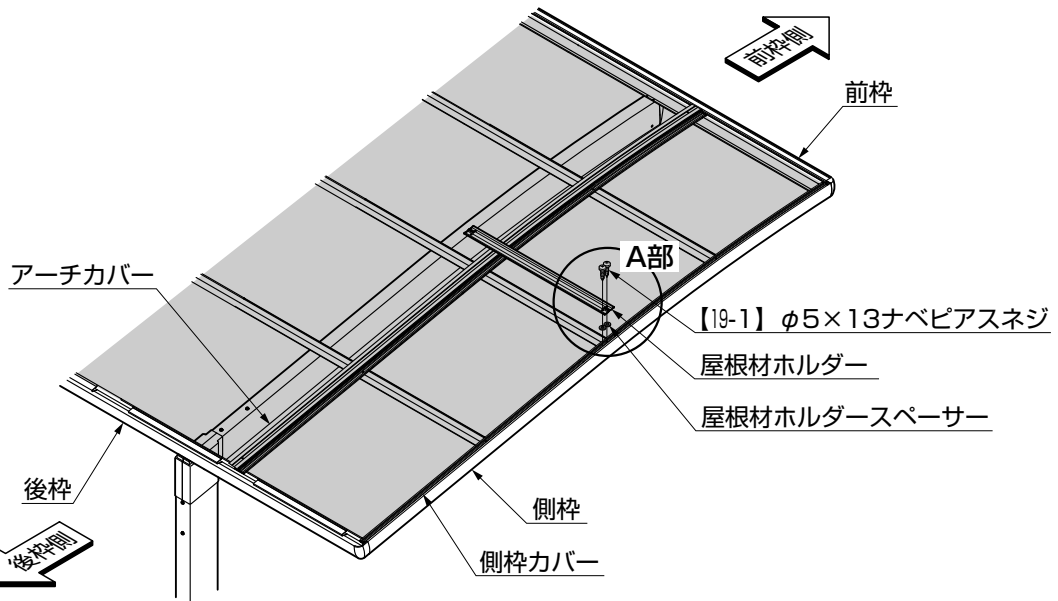

図6-6
- ①屋根材ホルダーを後枠側から数えて1本目の母屋の真上の位置に【19-1】で取付けてください。(図6-6参照)
- ②サポートと併用する場合は、前枠と後枠から数えてそれぞれ1本目の母屋の真上の位置に取付けてください。